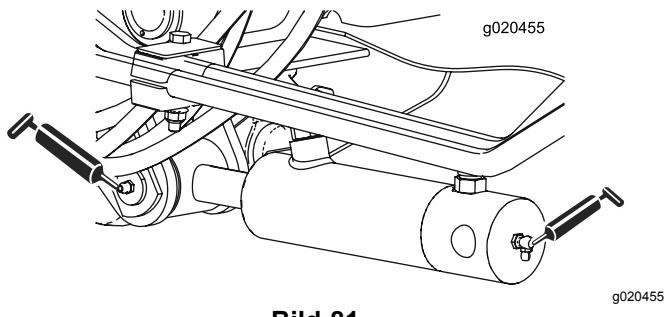

Bild 81
- Zwei (an jeder Seite) Hubarm-Zylinderbüchsen (Bild 81)